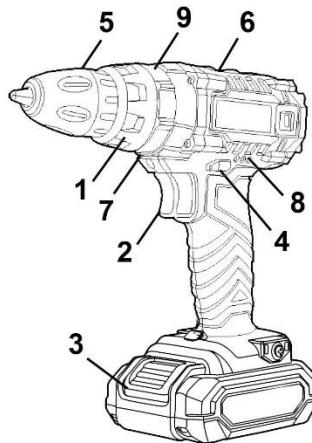

Рисунок 1
4.1.4 Встановіть необхідний крутний момент за допомогою кільця регулятора моменту затягування (1) (див. рисунок 1).
4.4 Для включення виробу натисніть на клавішу вимикача (2) (рисунок 1). Для відключення виробу слід клавішу відпустити. Регулювання швидкості обертання патрона здійснюється ступенем натискання на клавішу вимикача.